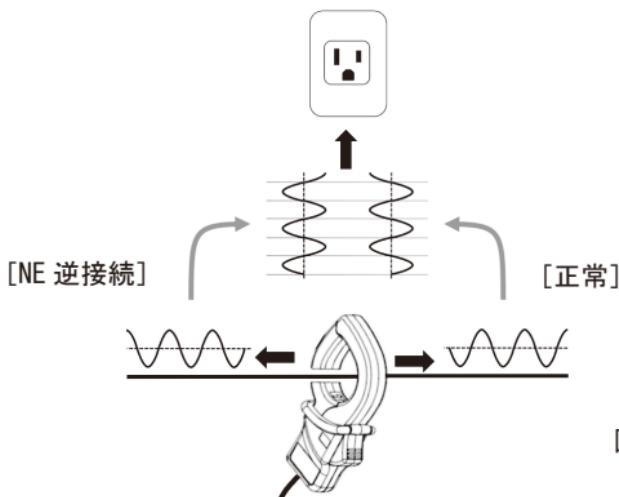
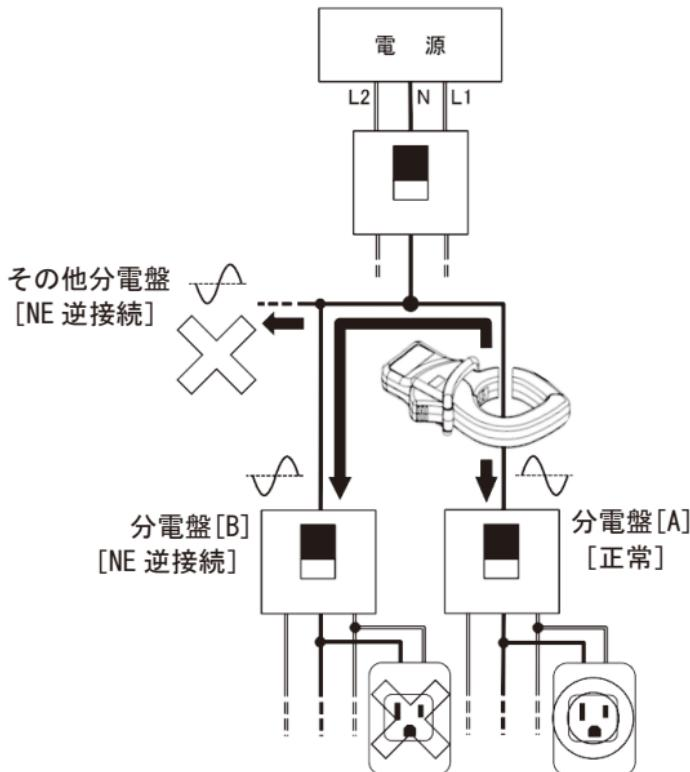
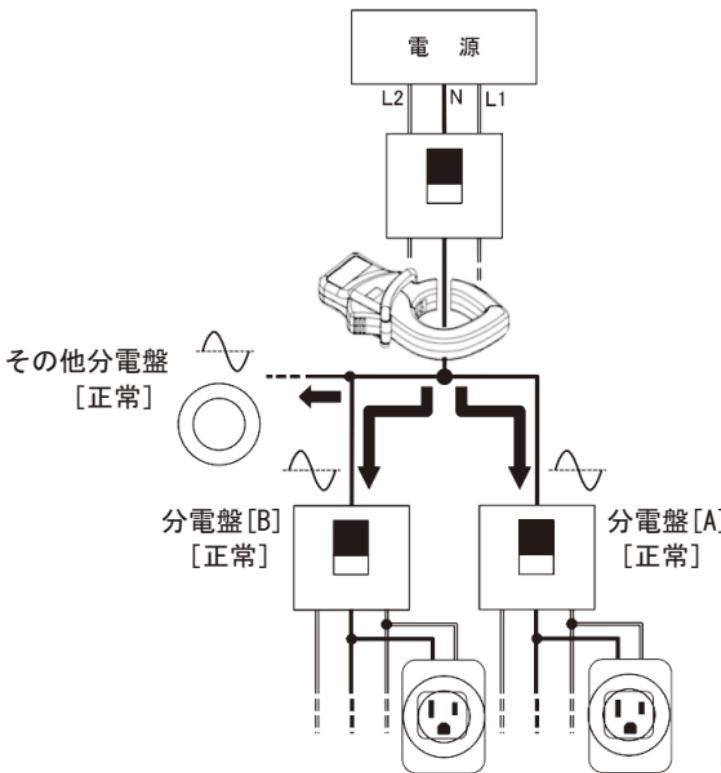

図6-8
図6-9
図6-10
- 図6-8のように、試験電圧注入用クランプの向きによって、中性線(N)に印加する試験電圧の位相が180度変わります。KEW 4505は試験電圧信号の極性(位相差)によってコンセントテストを行うため、まちがった向きに試験電圧注入用クランプをクランプすると、判定対象のコンセントが【正常】な状態であっても、【NE逆接続】と判定してしまいます。
この時、前頁の図6-8にて説明した、測定対象のコンセントから見える試験電圧注入用クランプの向きにより、図6-9の分電盤[B]から配線したコンセントのように [正常] な配線状態であっても、KEW 4505は [NE逆接続] と判定します。接続する分電盤の中性線（N）と測定対象のコンセントとの方向、およびクランプしている分電盤の位置とを充分に確認してから接続してください。
●図6-10のように、試験電圧注入用クランプを配電盤に近い位置へクランプすることで、前頁図6-9の分電盤[B]から配線したコンセントであっても、正しく【正常】と判定できますが、判定対象ではないその他の分電盤から配線したコンセントに、複数の負荷を接続した状態で、かつそれらの負荷が駆動状態であった場合、KEW 4505が【判定不可】になる場合があります。そのため、図6-10の位置への接続は推奨いたしません。